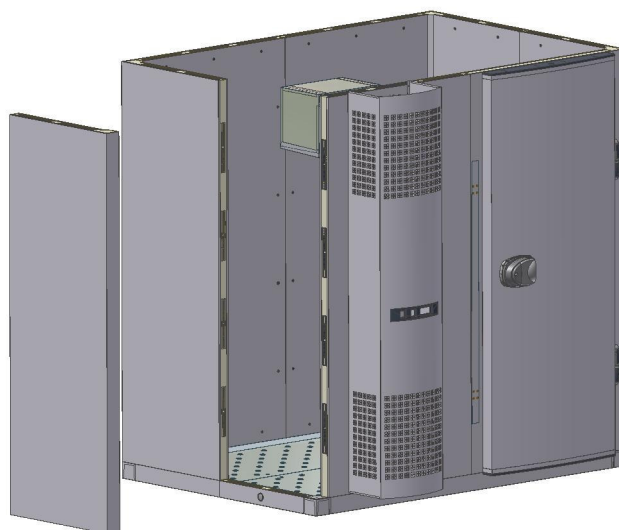

Fig. 6
- Les derniers panneaux a être montés sont les panneaux du plafond (Fig.6).